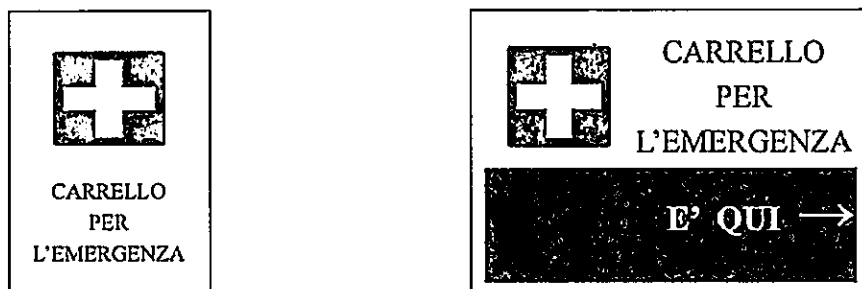

Fig.1
- adeguatamente segnalato, identificato da apposita cartellonistica (fig 1 )